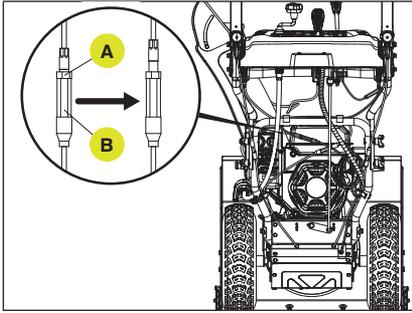

Figure 43
2. Glissez la gaine en caoutchouc vers l'arrière, desserrez l'écrou (A) dans le sens inverse des aiguilles d'une montre, puis desserrez le boulon central (B) dans le sens des aiguilles d'une montre. Fonction de test. Serrez l'écrou dans le sens horaire contre le boulon de la douille longue. Faites glisser la gaine en caoutchouc vers l'arrière pour recouvrir l'écrou. L'allongement de cet écrou crée une plus grande tension sur la courroie de la tarière. Ne réglez pas trop le câble, une trop grande tension sur la courroie ne permettra pas à la courroie de se séparer de la poulie lors du débrayage. Si la courroie n'est pas autorisée à se désengager correctement, vous risquez de provoquer une usure prématurée de la courroie et, ultimement, une défaillance de celle-ci. (Fig. 43)